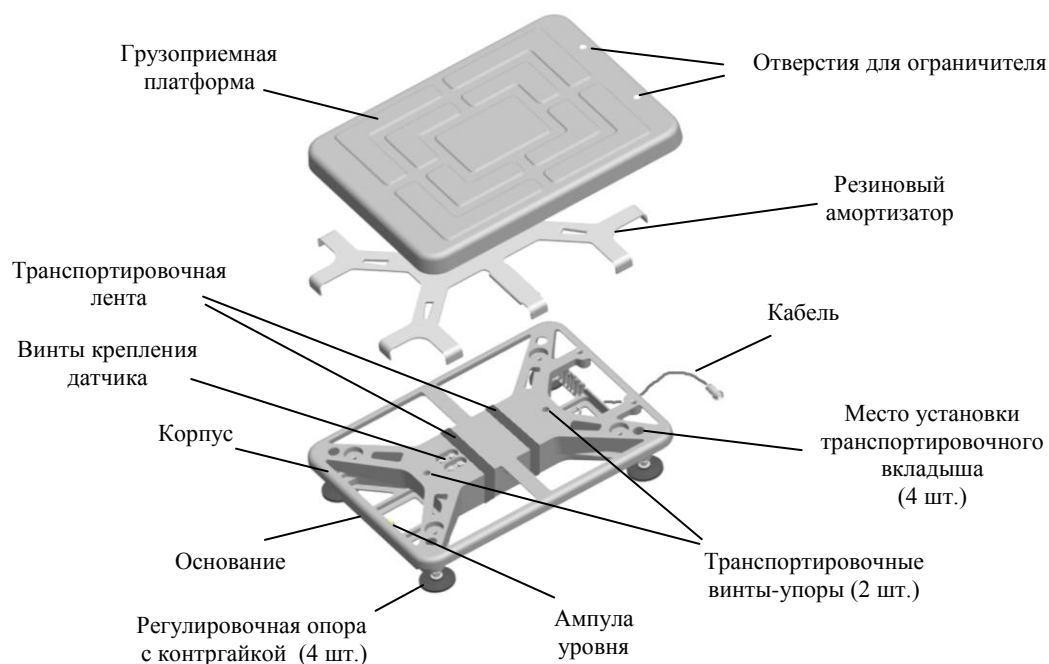
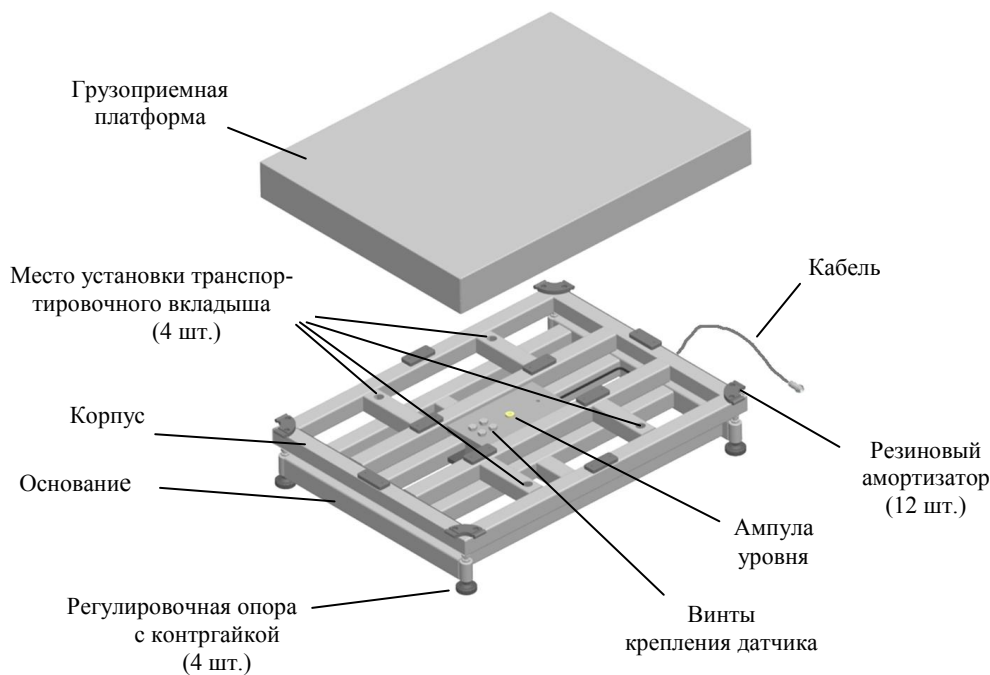

Рис. 4.1 – Модуль взвешивающий ТВ-S_
Рис. 4.2 – Модуль взвешивающий ТВ-М_
- Снять грузоприемную платформу. Вынуть транспортировочные вкладыши (Рис. 4.1, Рис. 4.2).
☞ Перед началом работы с весами необходимо выставить модуль по уровню: установить модуль на твердой ровной поверхности; снять грузоприемную платформу; при помощи регулировочных опор выставить весы по ампуле уровня (Рис 4.1, Рис. 4.2) таким образом, чтобы пузырек воздуха находился в центре ампулы; При необходимости затянуть контргайки регулировочных опор (Рис 4.1, Рис. 4.2).